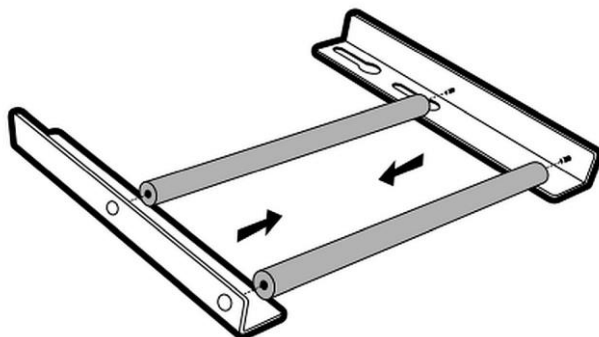

Fig. 2
1. Afloje los cuatro tornillos ubicados en la parte trasera del aparato dándoles 3 vueltas completas (fig. 2).